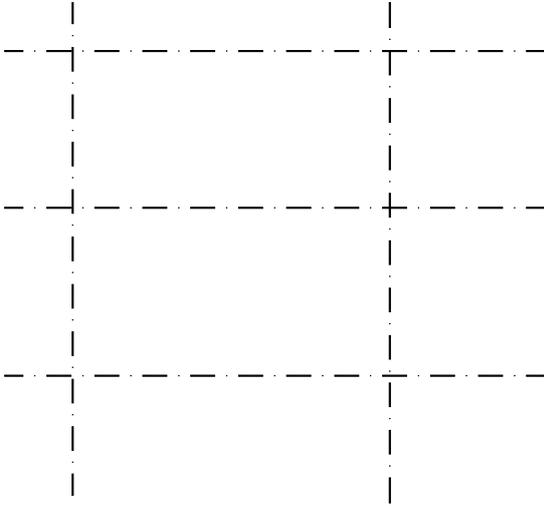

Рис.1 – Оси
1. Используя команду «ОТРЕЗОК (_LINE)», «КОПИРОВАТЬ (_COPY)», провести координационные оси: продольные «А», «Б». «В» и поперечные «1» и «2» (рис.1).